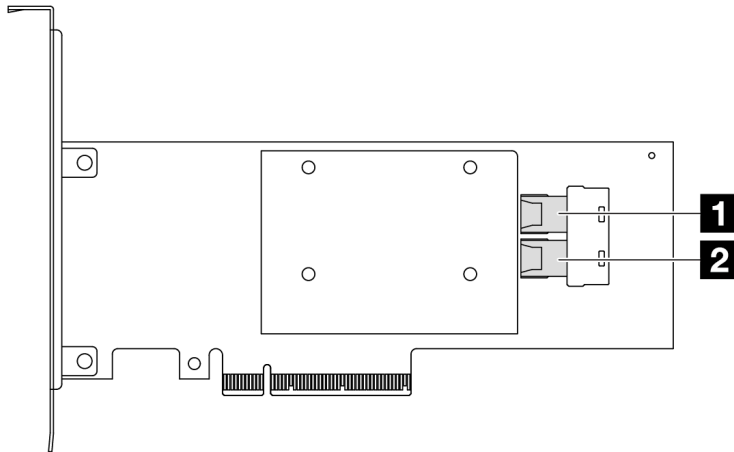

Figure 316. Un adaptateur SFF RAID/HBA Gen 3 8i (deux connecteurs de port)
- Figure 316 « Un adaptateur SFF HBA Gen 3 8i \(deux connecteurs de port\) » à la page 367